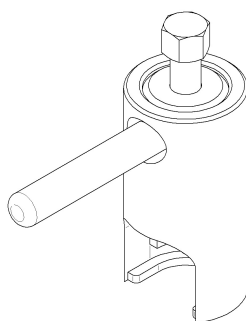

Рис. 12. Съемник для крыльчатки
- снять крыльчатку при помощи специального съемника (см. рис. 12);